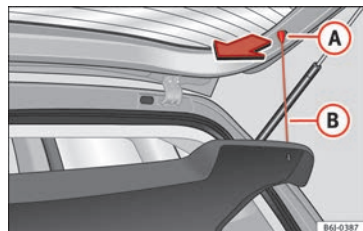

Fig. 159 Bandeja portaobjetos.
- Desenganche los tirantes » **fig. 159** (A) de los alojamientos (B).